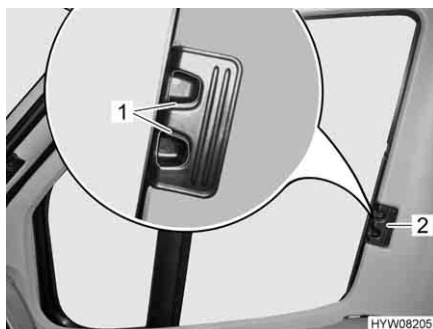

Bild 92 Plisségardin för förar-/passagerarfönster
- Tryck in låshandtagen (Bild 92,1) och håll dem intryckta.
- Ta tag i handtaget (Bild 92,2) och dra plisségardinerna för förar-/och passagerarfönstret till den andra fönstersidan och fäst med magnetremsorna.
- Ta tag i handtaget (Bild 92,2) till plisségardinerna för förarfönstret och passagerarfönstret och skjut in dem så långt det går.
- Släpp låshandtagen (Bild 92,1) och låt dem haka fast.